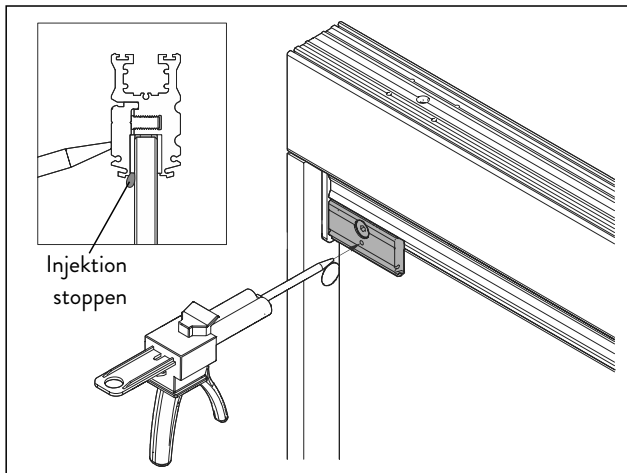

Abb. 51 Den Klebstoff einspritzen
- Die Injektion stoppen, sobald der Klebstoff an der Unterseite austritt (Abb. 51).